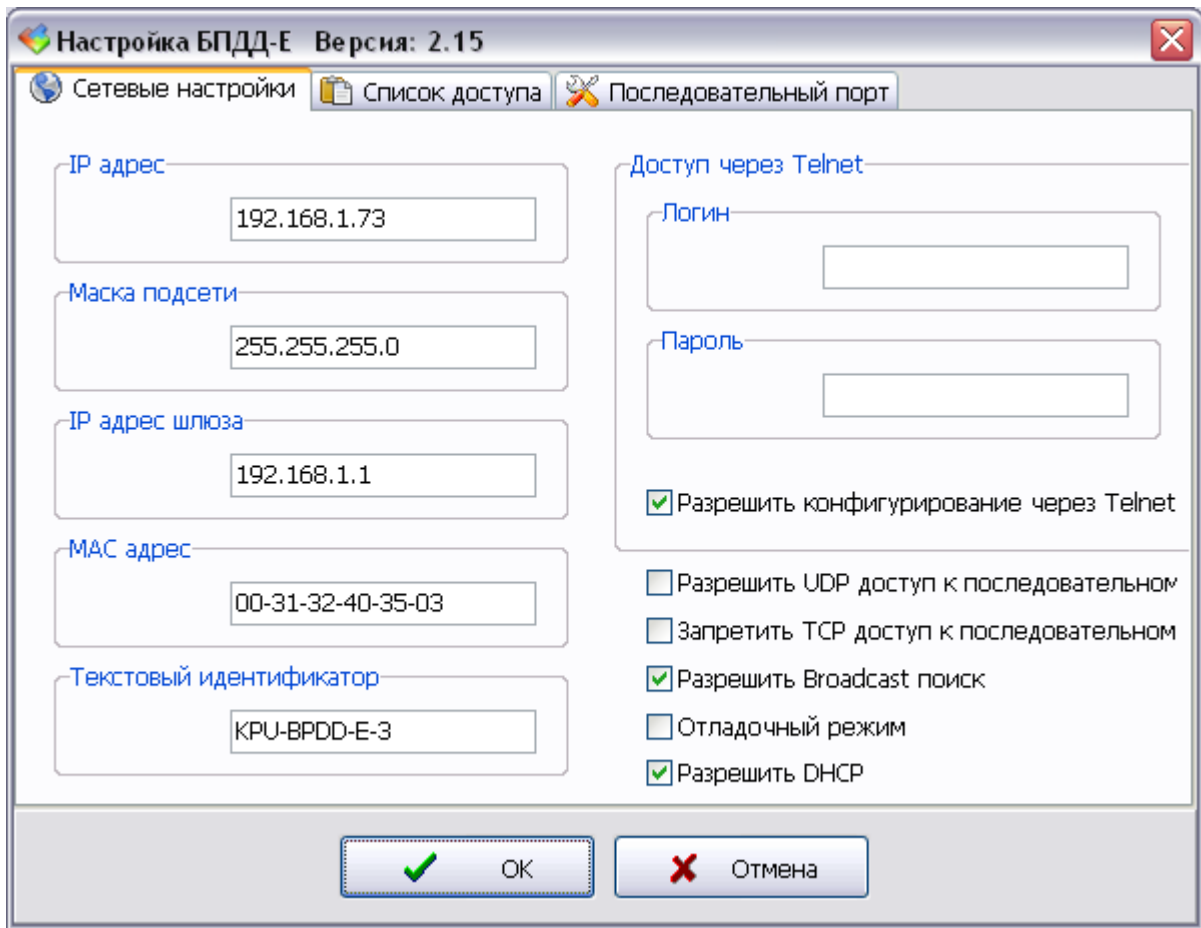

Рисунок 29 – Вкладка «Сетевые настройки»
14.6.3 Откроется окно с сетевыми параметрами (рисунок 29). После изменения параметров нажать «ОК» для записи настроек в память КПУ.